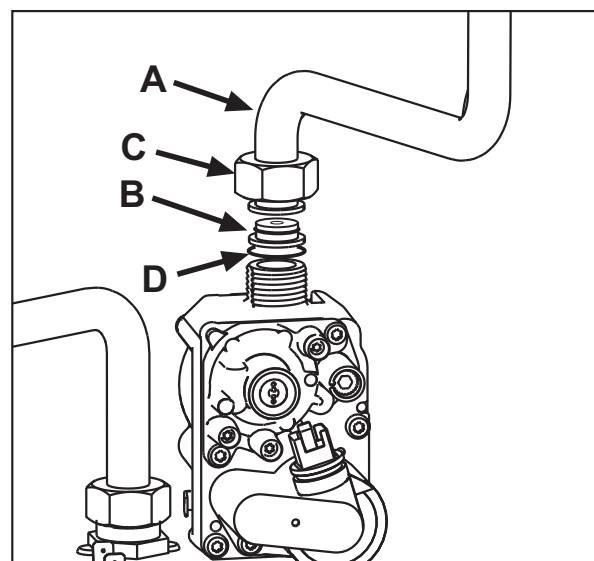

Figure 22
3. Désérrez la vis **C** et retirez le tuyau de gaz **A** de la vanne de gaz (voir figure 22).
4. Remplacez la tuyère **B** du tuyau de gaz par la tuyère contenue dans le kit de migration. Insérez le joint **D** (voir figure 22).